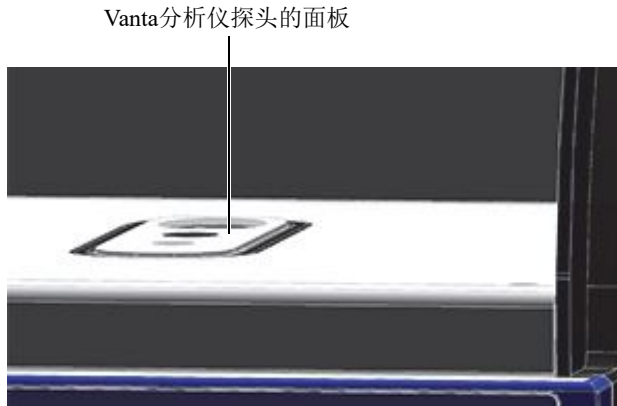

图 B-14 Vanta分析仪探头的面板与工作站样品舱的底面齐平
2. 检查一下，以确保Vanta分析仪探头的面板与工作站样品舱的底面齐平（参见第124页的图 B-14）。